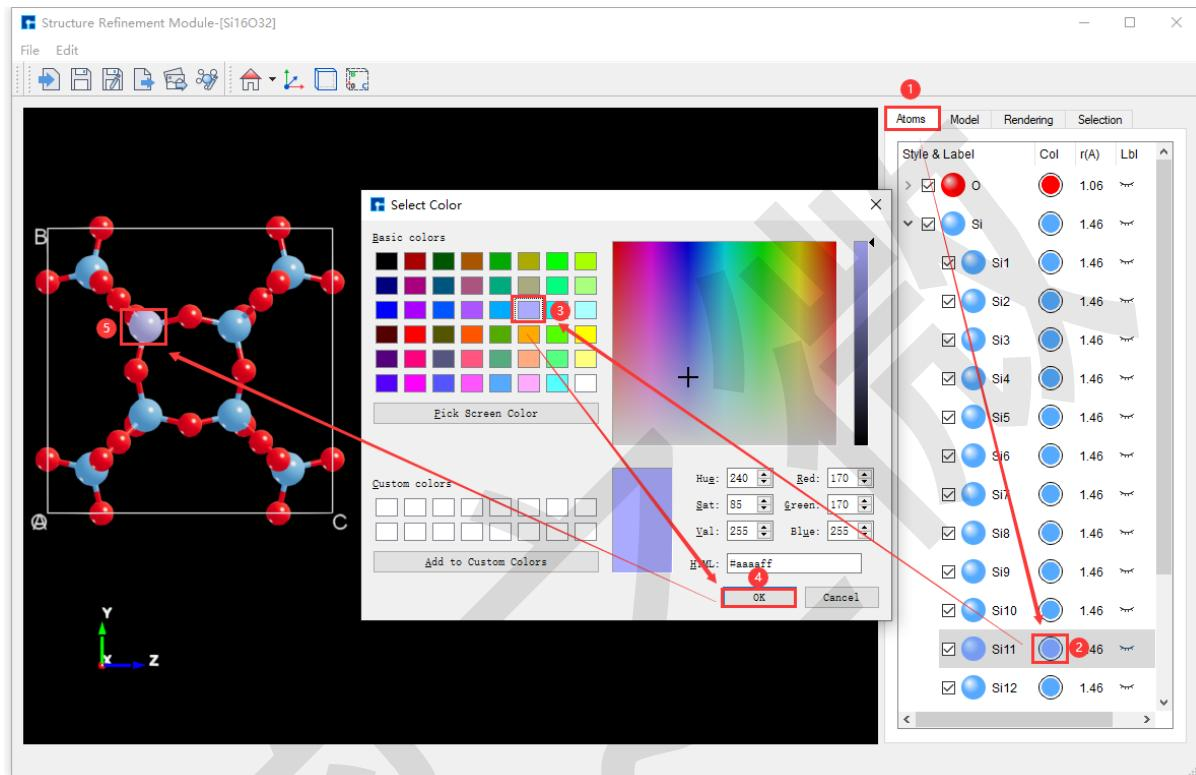

图 7.31: 不选中原子: 将 Si₁₆O₃₂ 晶体结构中 Si₁₁ 原子的颜色修改为 RGB 值为 [170 170 255] 操作界面
1. 方式一: 不选中原子, 如图 7.31 所示为将 Si₁₆O₃₂ 晶体结构中 Si₁₁ 原子的颜色修改为 RGB 值为 [170 170 255] 操作界面;